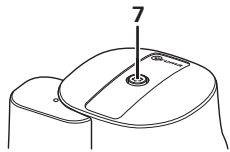
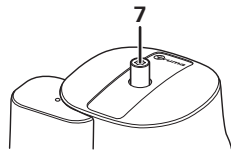

Bild 2a
Bild 2b
Crashsensorn har en återställningsknapp vars läge informerar om sensorns status: Läge "driftberedd" (bild 2a) eller läge "ej driftberedd" (bild 2b).
För återställning trycker du kraftigt på den gula återställningsknappen (7), vriden den lätt medurs och håller den intryckt i 5 sekunder. Förvissa dig om att den blir kvar i läget "driftberedd" (bild 2a).
- Tryck in crashsensorns (9) utlösningselement så långt att den gula återställningsknappen (7) hoppar upp och crashsensorn är i läge "ej driftberedd" (bild 2b).
- Skruva av skruvkåpan (10) på provningsanslutningen och anslut provningspumpen med testslang till provningsanslutningen.
- Tryck på den gula återställningsknappen (7), vrid den lätt medurs och håll den intryckt i 5 sekunder. Förvissa dig om att den blir kvar i läget "driftberedd" (bild 2a).
- Återmontera alltid skruvkåpan (10) efter att du tagit loss den.